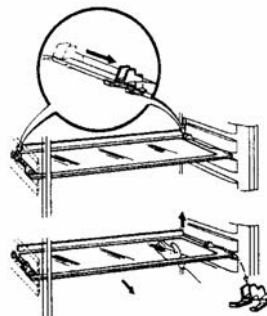

Рис. 4
- Снимите с полок красные транспортировочные крепления (см. рис. 4).